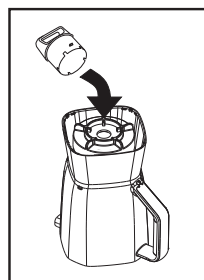

Fig. 17
4. Vire o fundo preto com rosca para a jarra para baixo e coloque-o na parte inferior de jarra com rosca e sobre a parte inferior da lâmina. Gire no sentido horário para ajustar (Fig. 17). Certifique-se de que a parte inferior de jarra esteja bem fixo ao fundo preto com rosca antes de usar.